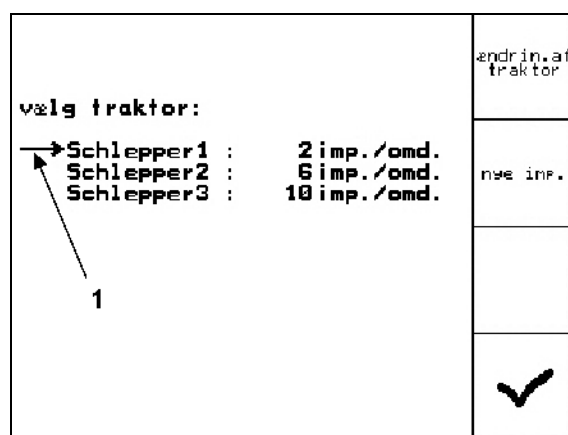

Fig. 41
2. Pilen (Fig. 41/1) flyttes v.h.a. tasterne